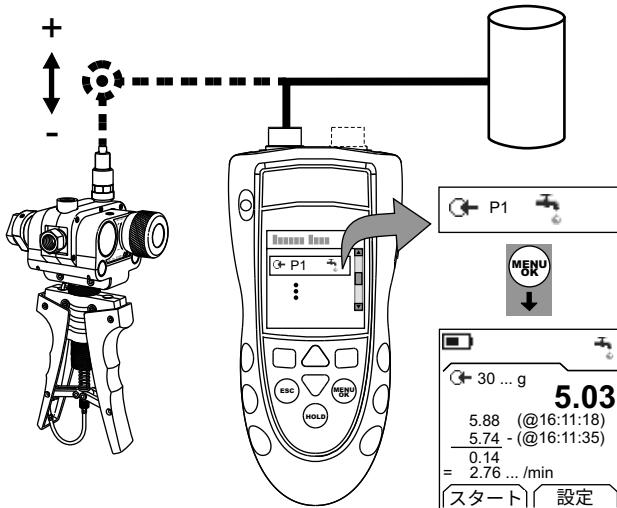

図 3: 構成例 - リーコンピューター
1. 本計器を接続し (図 3)、必要に応じて セット アップ (表 1) を調整します。